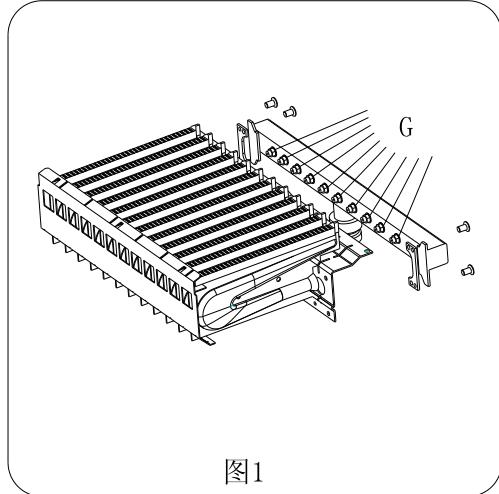

图1
- 3.如图1,从火排上将四颗螺钉旋下来,拿开喷气管后可以看见一排喷嘴G。